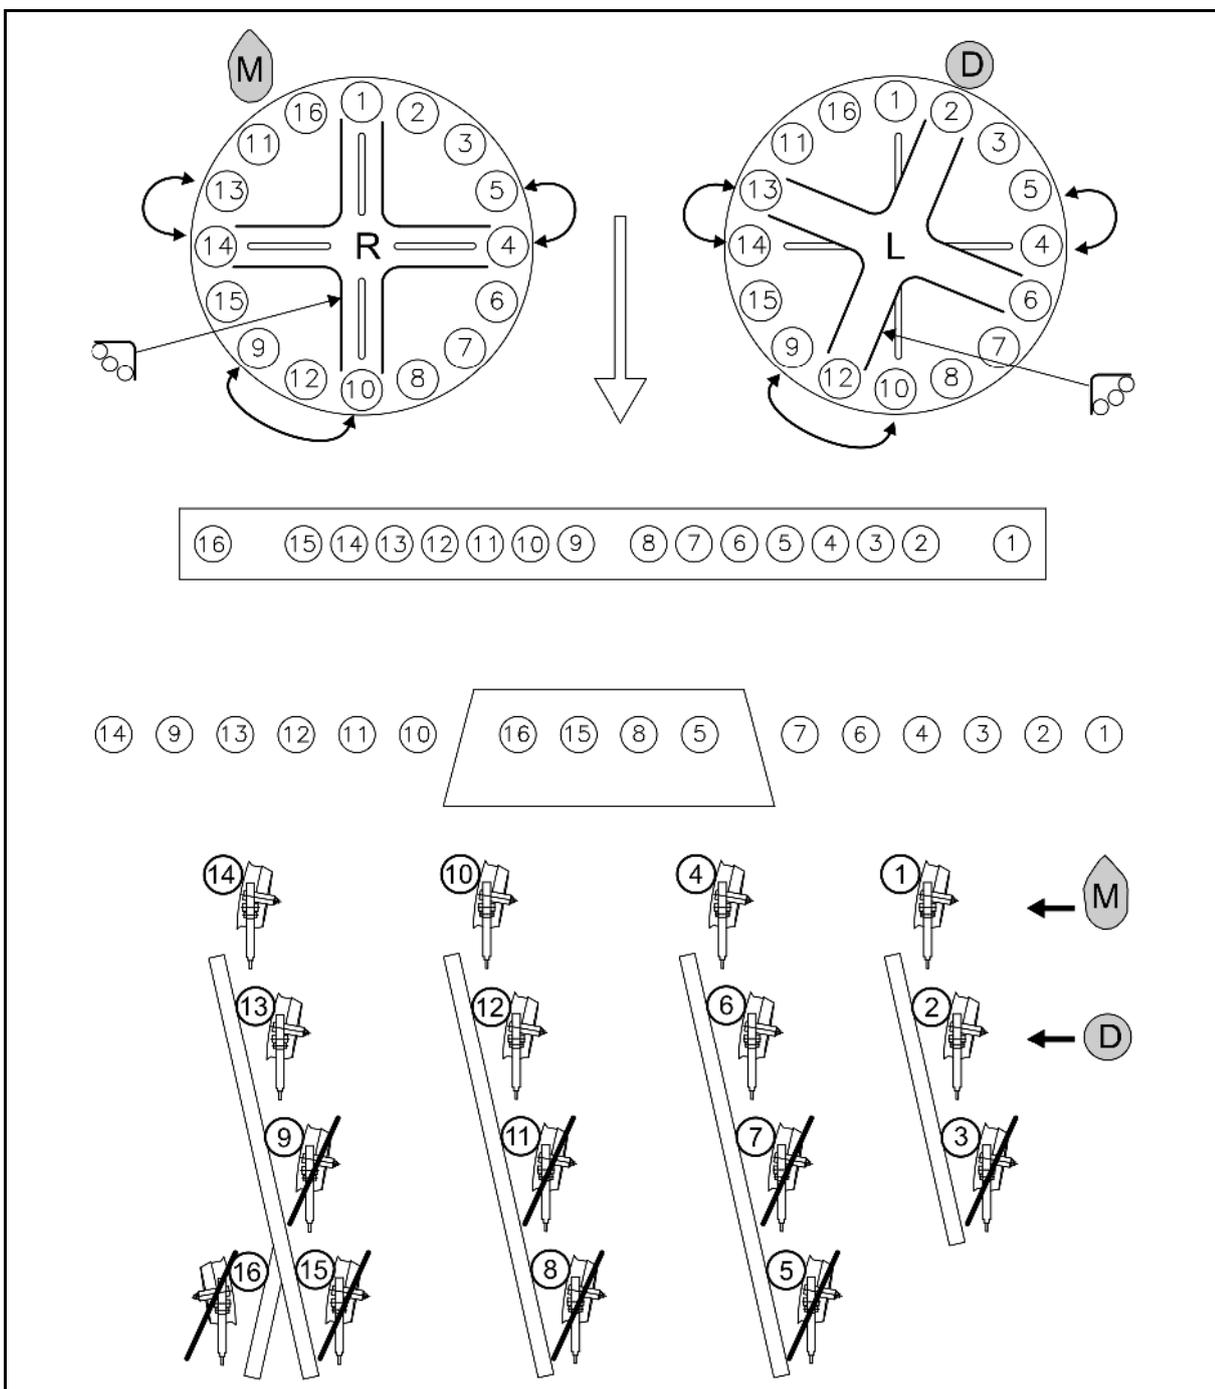

Fig. 38
- Maïs **M**: Monter la tôle de fermeture conformément à Fig. 38.